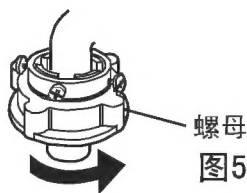

图5
5. 加长排水管过长时，可从A或B两处切除排水管。（图5）
5. 旋紧紧固螺母前，如图5。旋紧后，螺纹露出小于2mm，如图6。